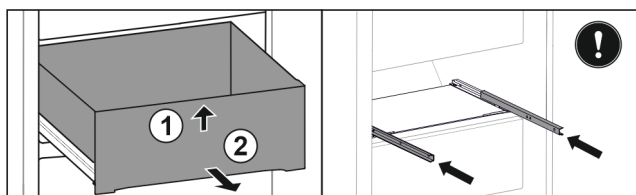

Fig. 48
- ▶ Soulever la partie avant du tiroir. Fig. 48 (1)
- ▶ Retirer le tiroir par l'avant. Fig. 48 (2)